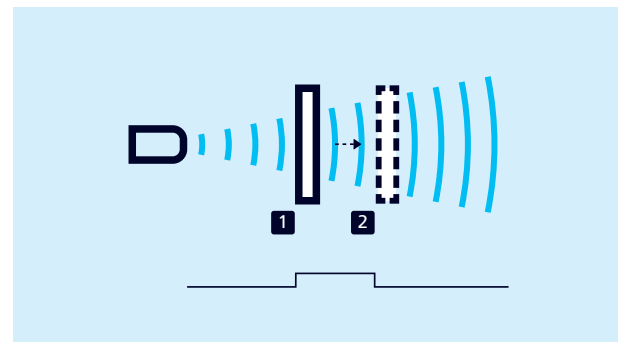

Bild 8: Fensterbetrieb, Fenster
- Der Schaltausgang wird gesetzt, wenn sich das Objekt innerhalb eines Fensters befindet, das durch zwei Fenstergrenzen definiert ist. Damit kann z.B. die korrekte Flaschengröße in einem Getränkekasten überwacht werden. Zu hohe und zu niedrige Flaschen werden aussortiert (vgl. Bild 8).